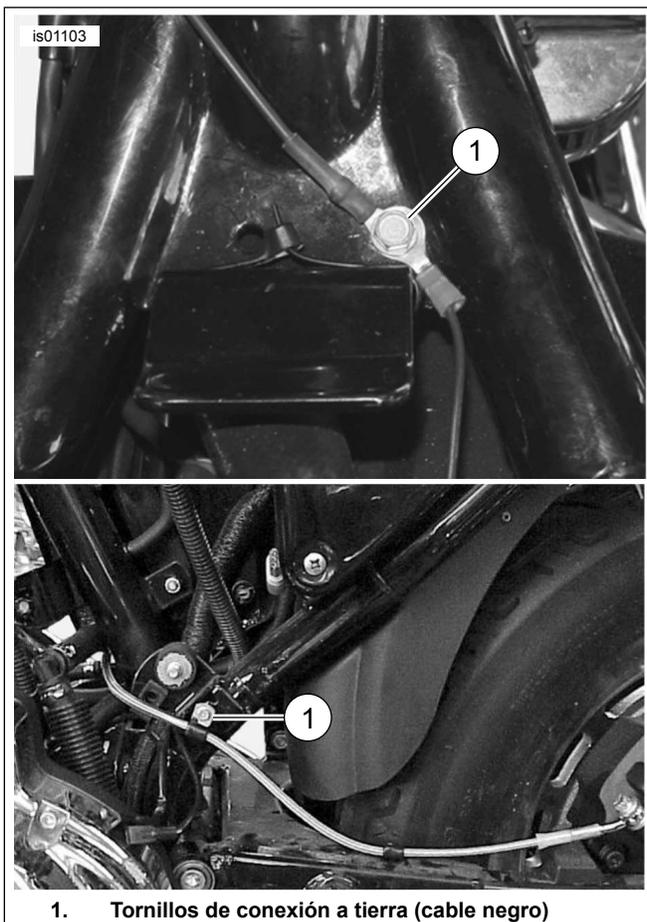

Figura 3. Conexiones a tierra (modelos Sportster)
- Vea Figura 3. Extraiga el tornillo de conexión a tierra (1), ubicado: